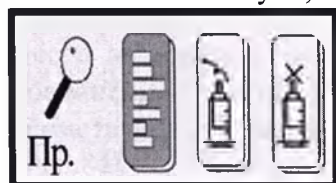

Рис.80. Экран меню просмотра.
- Б. Нажмите кнопку S, появится экран меню просмотра (Рис.80).